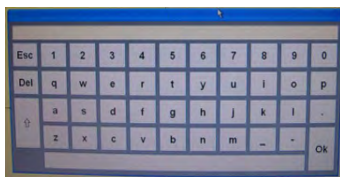

fig. F5
- En double-cliquant avec le bouton gauche de la souris sur l'écran affiche le clavier (fig. F5) pour entrer la valeur nominale du rayon